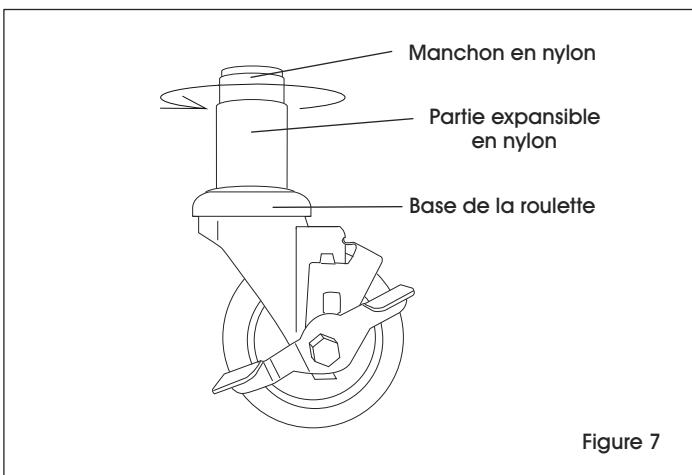

Figure 7
2. Tenez la base de la roulette, puis tournez le manchon en nylon dans le sens horaire. Ce mouvement actionnera l'expansion de la partie en caoutchouc. (Voir Figure 7)